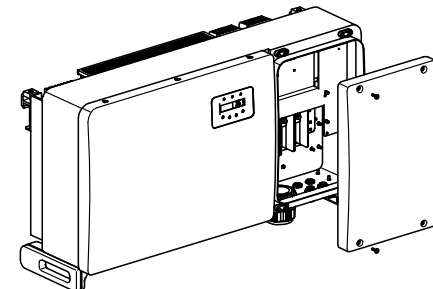

图3.27 拆下接线盒盖
4. 拆下逆变器接线盒上的4个螺丝, 然后拆下接线盒盖 (图3.27)。